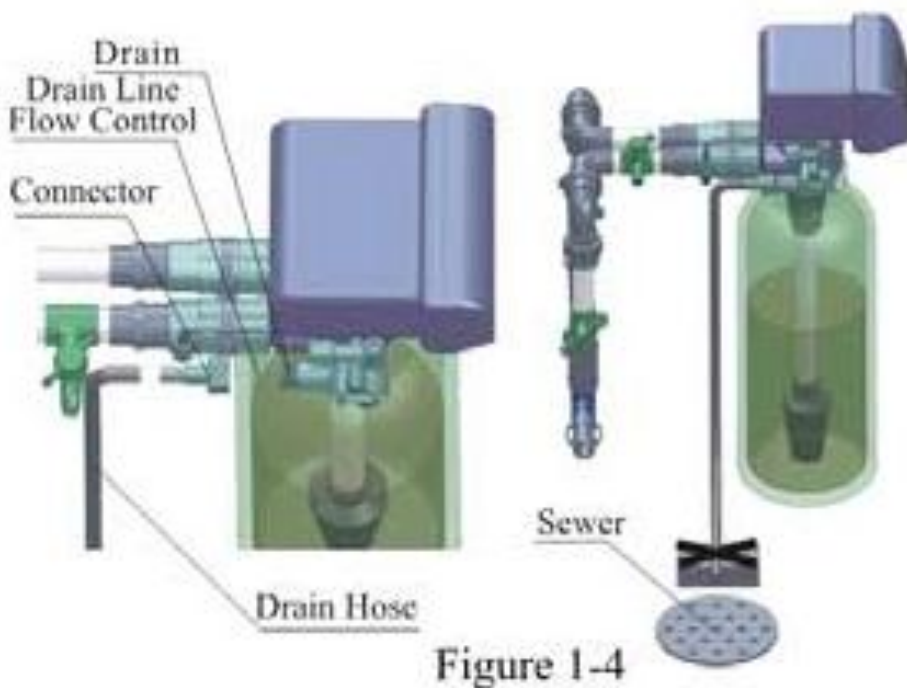

Figure 1-4
5. Монтаж дренажной линии (см. рис. 1-4).
- Убедитесь в том, что сливной шланг не присоединен к канализационному коллектору и оставьте некоторое пространство между ними для избегания попадания сточных вод в фильтр обратным ходом (см. рис. 1-4).